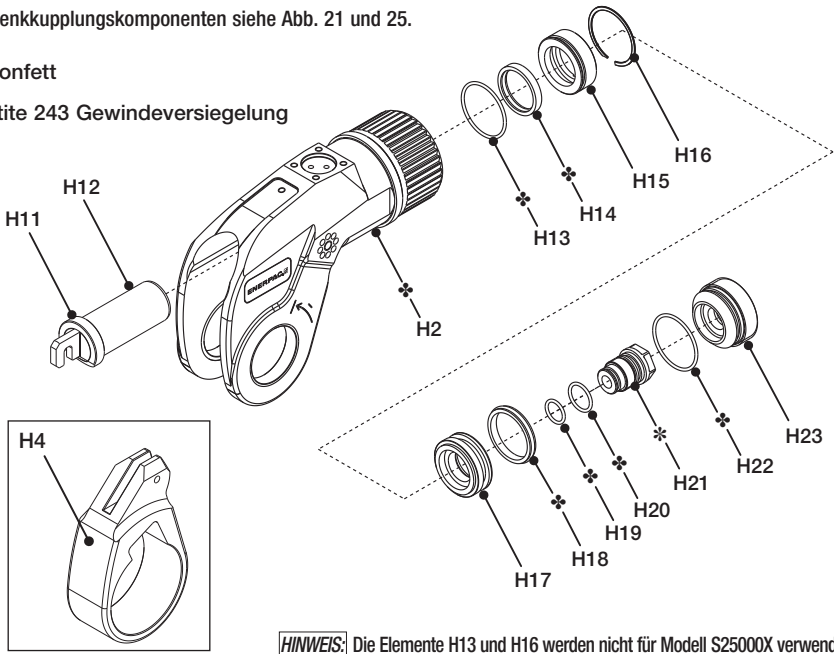

Abb. 22
- Entfernen Sie die Inbusschrauben (D) und die Schwenkkupplungsstange (F).
- Entfernen Sie die O-Ringe (G) von den Hydraulikanschlüssen der Schwenkkupplungsstange.
- Entfernen Sie den O-Ring (E) von der Schwenkkupplungsstange (F).
5.3.2 Ausbau des Kolbens und Demontage (Abb. 22)
5.3.3 Ausbau der Zylinderbuchse - nur S1500X, S3000X, S6000X und S11000X (Abb. 22, 23 und 24)
- Kolbenstange (Abb. 22, Teil H12)
5.3.5 Montage der Zylinderbuchse, nur Modelle S1500X, S3000X, S6000X und S11000X (Abb. 22, 23 und 24)